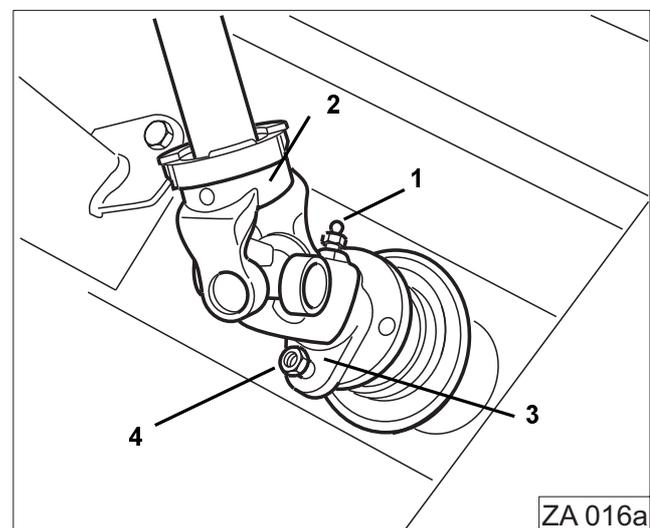

Fig. 14
- Schmiernippel (Fig. 14/1) lösen.
- Gelenkwelle (Fig. 14/2) aufstecken.
- Anschlussgabel (Fig. 14/3) mit Abscherschraube (Fig. 14/4) befestigen.
Schmiernippel (Fig. 14/1) eindrehen.